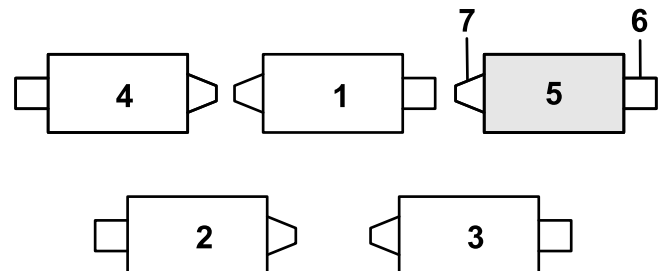

Bild 12
1. Wenn der Splint im hinteren Loch der Kompensierungsfederstange installiert ist, entfernen Sie den Splint und setzen Sie ihn in das Loch neben der Halterung ein (Bild 12).